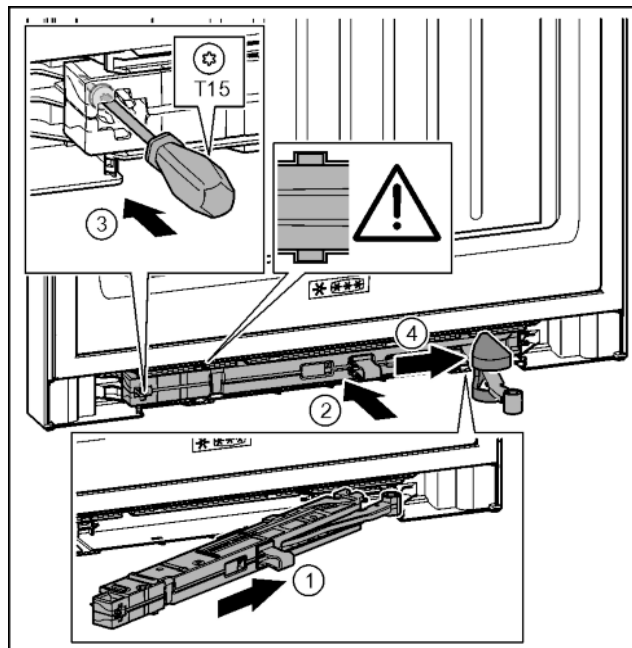

Fig. 37
- ▶ Sluitdempereenheid aan de zijde van de lagerbus tot de aanslag schuin in de uitsparing schuiven. Fig. 37 (1)
- ▶ Sluitdempereenheid volledig in de uitsparing schuiven. Fig. 37 (2)
- ▶ Schroef met een schroevendraaier T15 vastschroeven. Fig. 37 (3)
- ▶ Afdekking over het scharnier schuiven. Fig. 37 (4)